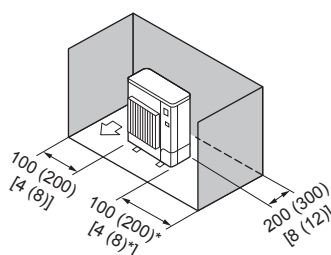

Fig. 2-8
- ③ Obstacles uniquement à l'arrière et sur les côtés (Fig. 2-8)